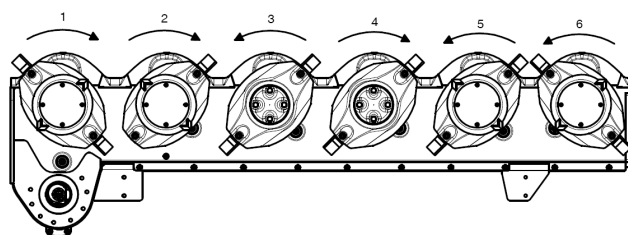
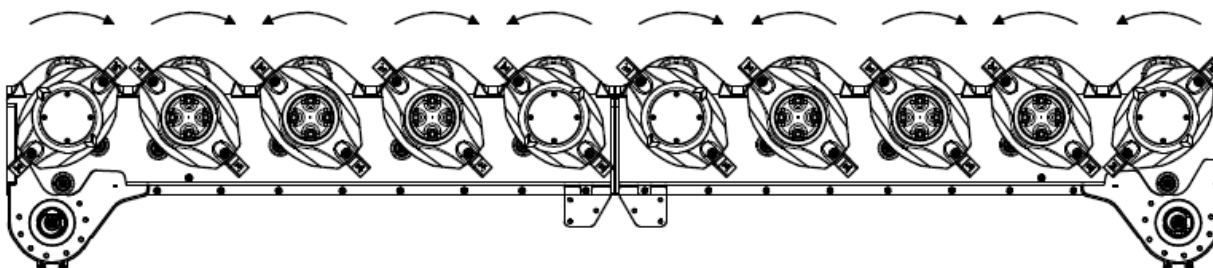

Рис. 21. Направление вращения дисков на режущем бруске косилки шириной захвата 2,6 м
Рис. 26. Направление оборота дисков KDC 430
В связи с разной шириной захвата производимых косилок и разными направлениями вращения дисков, перед монтажом ножей необходимо проверить направление вращения отдельных дисков (**Рис. 21–Рис. 26**).
Замена битеров (2) совершается откручивая гайки (4) при помощи гаечного ключа, снимая болты (3) и устанавливая новые битеры (Рис. 21).